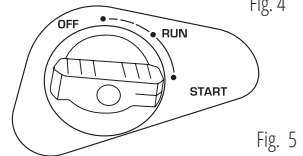

Fig. 5
4. Tournez la vanne du registre d'air sur la position START (Fig. 5).